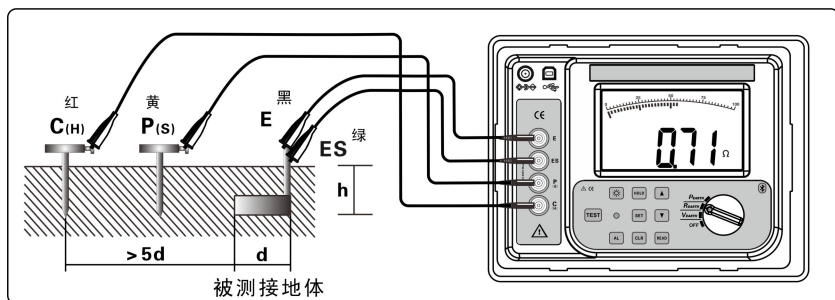

图 3 (四线精密测试接地电阻示意图)
参见图 3: 从被测物体开始, 一般间隔 5m~20m, 分别将 P(S)、C(H) 辅助接地棒呈一直线深埋入大地, 将接地测试线(黑、绿、黄、红)从仪表的 E、ES、P(S)、C(H) 接口开始对应连接到被测接地极 E、辅助电压极 P(S)、辅助电流极 C(H) 上。